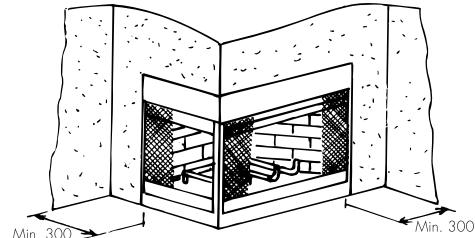

Fig. 19. Avstand til brennbart materiale.
- At det blir tillstrekkelig avstand fra peisåpning til brennbart materiale (se fig. 19). Krav til avstand, for eksempel på kortsiden, bortfaller om det på vegg av brennbart materiale monteres kledning av ikke brennbart materiale med minst 300 mm bredde og 300 mm høyere enn peisåpningen. Det kan være jern- eller metall plater, fliser, marmor etc. På den måten kan innsatsen settes nærmere vegg. (Det må tas hen syn til at det blir plass til sidevæggen for den omrammingen som skal benyttes).